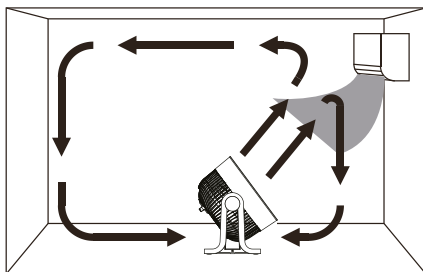

Рис. 2
- Если кондиционер работает в режиме обогрева, расположите вентилятор передней стороной к нему, чтобы улучшить циркуляцию теплого воздуха в помещении (Рис. 2).